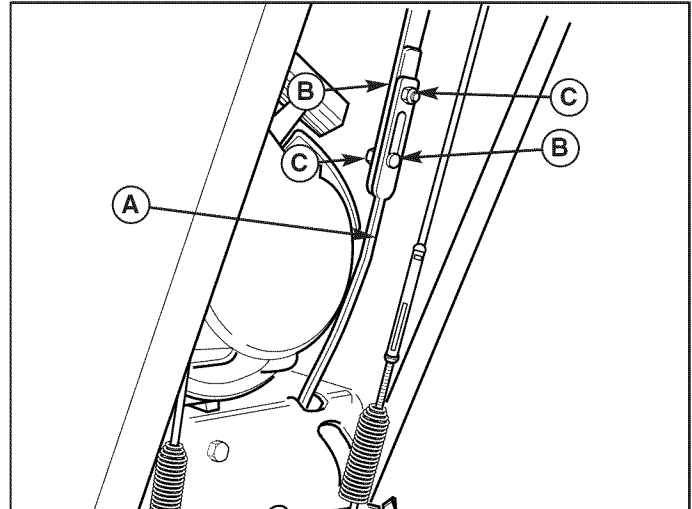

Abbildung 18. Gangwahl- und Schneckenantriebsgestänge
1. Beide Muttern lösen (C, Abbildung 18).
3. Das untere Gestänge in das Gehäuse schieben und die beiden Muttern anziehen. Die Gestänge beim Anziehen nicht nach oben oder unten bewegen. Sicherstellen, dass die Bündel der Schlossschrauben (D) sich in den Schlitzen befinden.